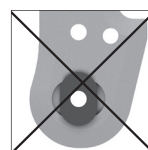

Abb. 10
- **falsche** Position des Splintbolzens (Abb. 10)